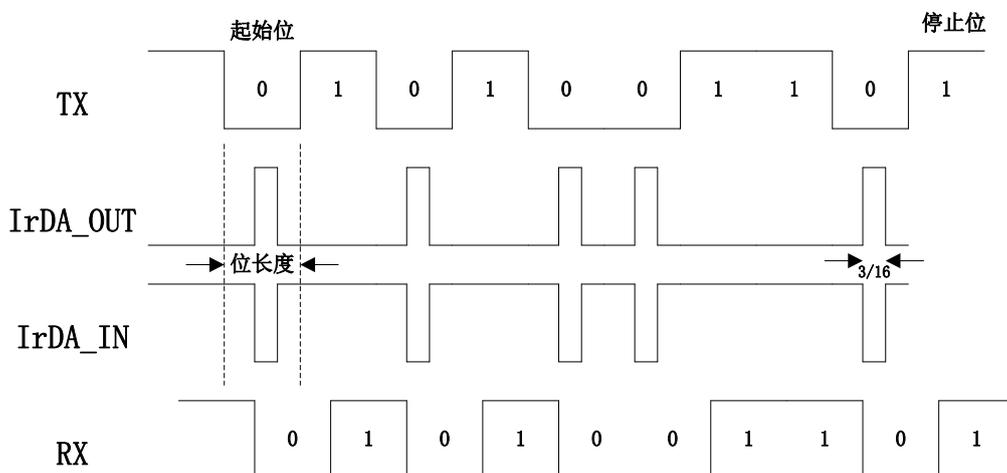

图 20-14 IrDA 数据调制
- SIR 发送逻辑把 0 作为高脉冲发送，把 1 作为低电平发送。脉冲的宽度规定为正常模式时位周期的 3/16 (见图 20-14 IrDA 数据调制)。